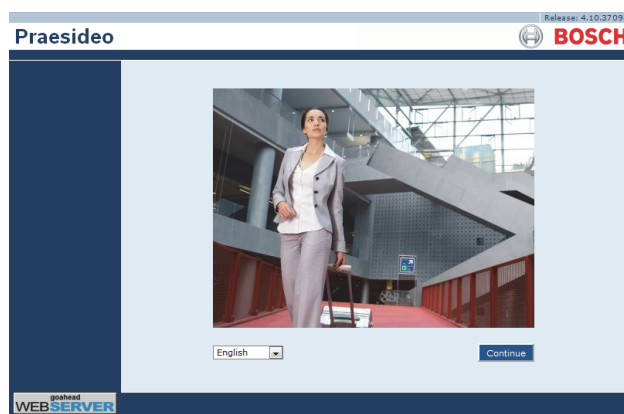

figura 41.1: Pagina iniziale dell'interfaccia web di Praesideo
- 2 Inserire l'indirizzo IP del controller di rete nella barra degli indirizzi. Appare una schermata simile a quella in figura 41.1.
Dopo aver fatto clic sul pulsante *OK* appare una schermata simile a quella in figura 41.1. La connessione alla versione non in linea dell'interfaccia web è simile a quella all'interfaccia web "reale".